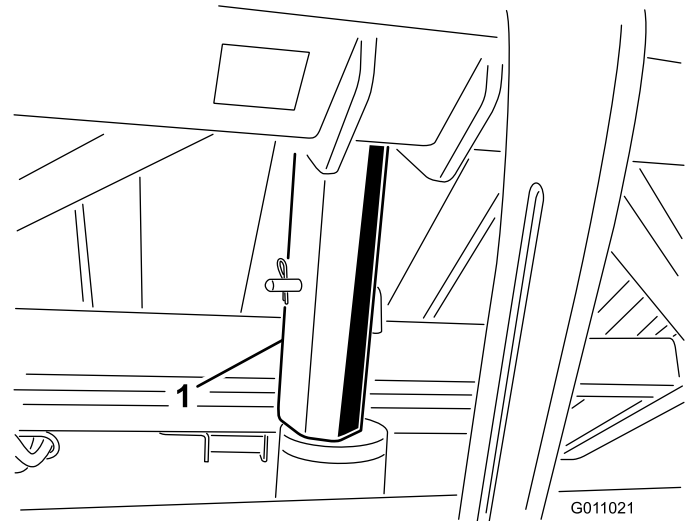

Figura 26
3. Instale el soporte de seguridad de la tolva sobre la varilla del cilindro, asegurándose de que el extremo del soporte descansa contra el cilindro y el extremo de la varilla (Figura 26).